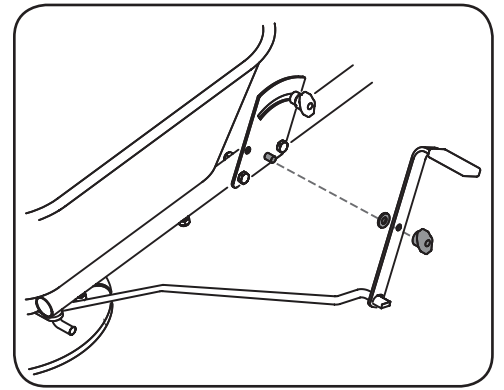

Figure 2-14
- Rebranchez le manche de commande à la plaque de commande à l'aide de la rondelle et de l'écrou d'aile précédemment démontés. Consultez la Figure 2-14.